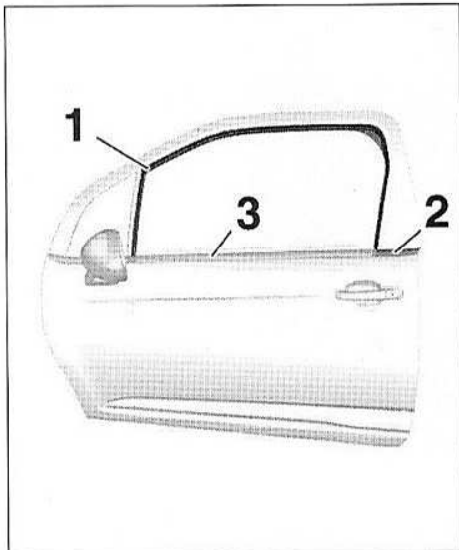

FIG.51
- le joint d'entourage de vitre (1) (Fig.51),
- l'enjoliveur (2),
- le lèche-vitre extérieur (3) en commençant par sa partie avant.